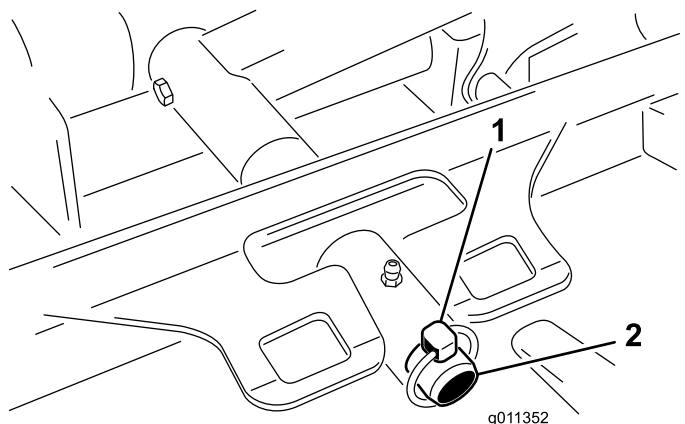

図 82
3. デッキのキャリアフレームを昇降アームのピボットピンに固定しているリンチピンを外すグランドマスター4700のみ 図 82。
3. デッキのキャリアフレームを昇降アームのピボットピンにセットする。リンチピンまたはリテーナナットで固定するグランドマスター 4700のみ 図 82。